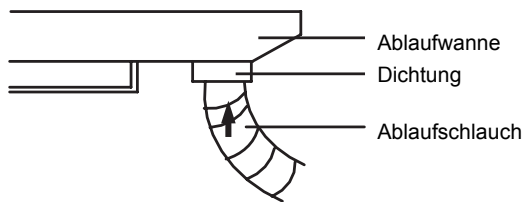

Abb. 24
2. Den Ablaufschlauch in den Ablaufnippel des Gerätes stecken, und die Schelle mit Band sicher festziehen. (Abb. 24)